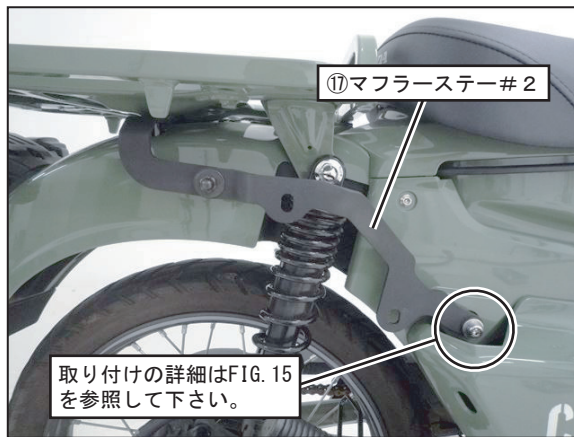

FIG. 14
10. ⑰マフラスター#2のグロメットラバーを取り付けたボルト穴を純正マフラー用のボルト穴に合わせ、キャップボルトM8×30、㉔平ワッシャM8×20及び、㉕スペーサーカラー8-20-3(8BJ-JA65の場合)又は㉖スペーサーカラー8-20-7(2BJ-JA55の場合)を使用して仮締めして下さい。(FIG. 14, 15参照)